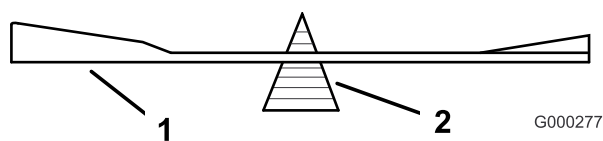

図 72
2. ブレードバランサーを使ってバランスを調べる (図 72)。